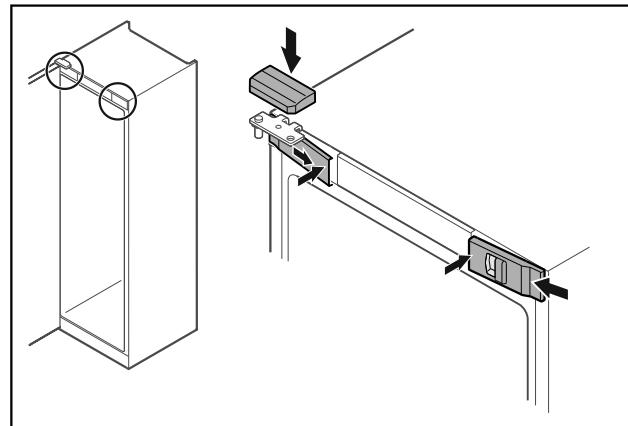

Fig. 46 *
- Bočno zakvačite prednje poklopce Fig. 46 (1) i uglavite ih iznutra.*
- Uglavite gornji poklopac Fig. 46 (2) odozgo.*